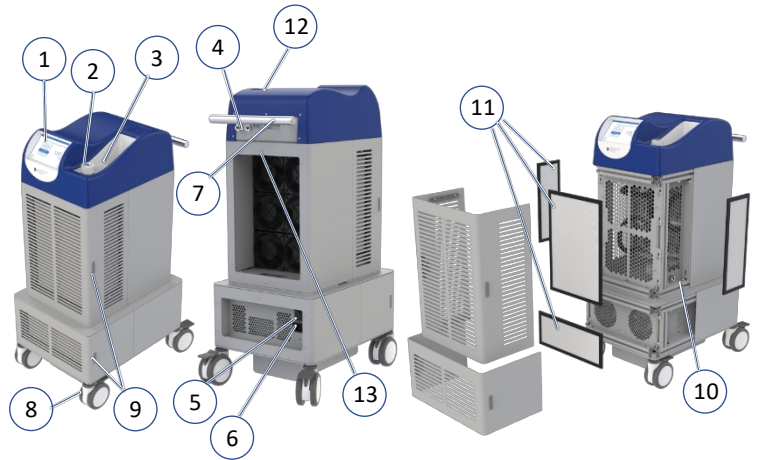

Figura 1. DigniCap Delta
DigniCap Delta (Figura 1) es una unidad de enfriamiento termoeléctrica con un sistema de control integrado operado a través de un monitor de pantalla táctil. Los componentes de DigniCap Delta se describen a continuación.
1. **Cable de energía de CA:** el cable de energía de CA (específico a la región) se conecta a la parte posterior del dispositivo (Figura 1,6) para suministrar energía al dispositivo. Use únicamente el cable de energía de CA que se suministra con DigniCap Delta.
2. **Manguera de terapia:** esta manguera se conecta a la parte posterior del DigniCap Delta (Figura 1,4) y a la Funda de enfriamiento (descrita más adelante).
4. **Manguera de drenaje:** esta manguera se conecta al Puerto de drenaje (Figura 1,10) y se utiliza para drenar el refrigerante del dispositivo en preparación para su transporte o almacenamiento (vea la sección de Envío y almacenamiento).
3. Tome 1 frasco de refrigerante DeltaCool, retire la tapa del depósito (Figura 1,2) y llene con el refrigerante hasta el tope. Mantenga destapado el depósito.